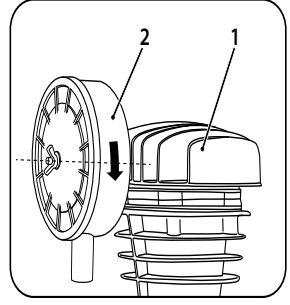

рис. 5
Вверните воздушный фильтр (2) в отверстие головки блока цилиндра (1) (рис. 5).